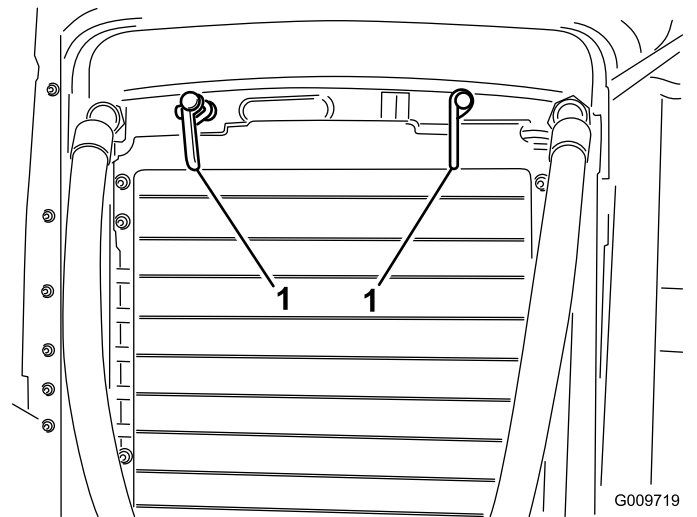

Figure 52
2. Tournez les verrous (Figure 52) qui fixent le refroidisseur d'huile au châssis.